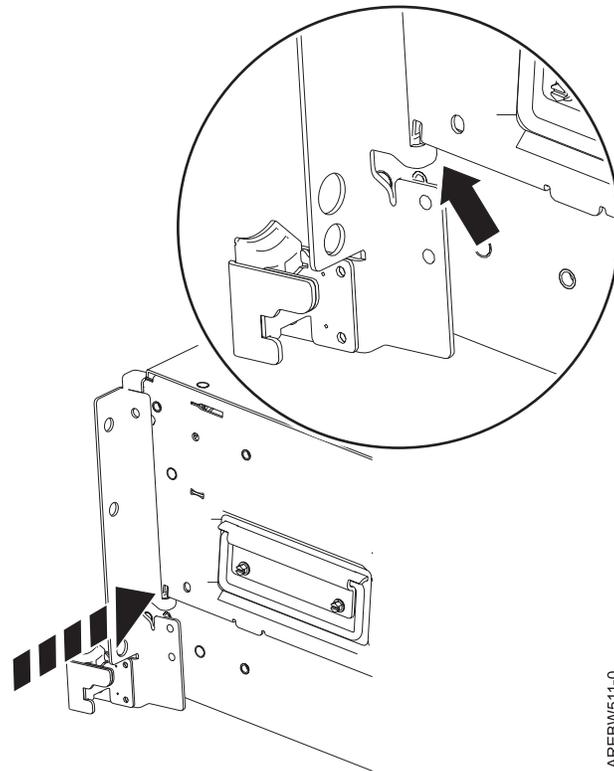

Figure 25. Alignement du support avec le logement sur le côté du serveur
- b. Aligned le support avec le logement sur le côté du serveur (voir la figure 25, à la page 35).